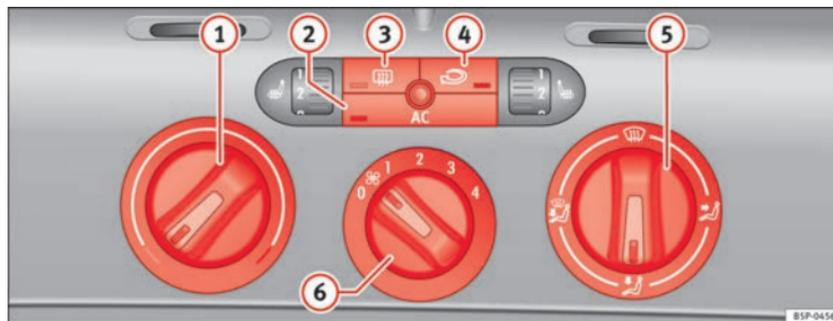

Fig. 126 Comandos do Climatic no painel de instrumentos
- Com os reguladores ⇒ Fig. 126 ① e ⑤ e com o comando ⑥ é ajustada a temperatura, a distribuição do ar e o nível do ventilador.
- Premir o respectivo botão ②, ③ ou ④ para ligar e desligar a respectiva função. Quando a função está activa, a janela que se encontra na aresta inferior do botão ilumina-se.
- ① Regulador da temperatura ⇒ Página 164
- ② Botão **AC** – Ligar ou desligar o grupo de refrigeração ⇒ Página 164
- ③ Botão – Desembaciador do vidro traseiro. Cerca de 20 minutos depois de ser activado, o aquecimento é automaticamente desligado. Pode ser também desligado antes, premindo novamente o botão.
- ④ Botão – Recirculação de ar ⇒ Página 165
- ⑤ Regulador da distribuição de ar ⇒ Página 164
- ⑥ Interruptor do ventilador. O caudal de ar é regulável em quatro níveis. A baixa velocidade o ventilador deve funcionar também sempre num nível baixo. ▶
- Ligar o climatizador com o botão ⇒ Fig. 126 .